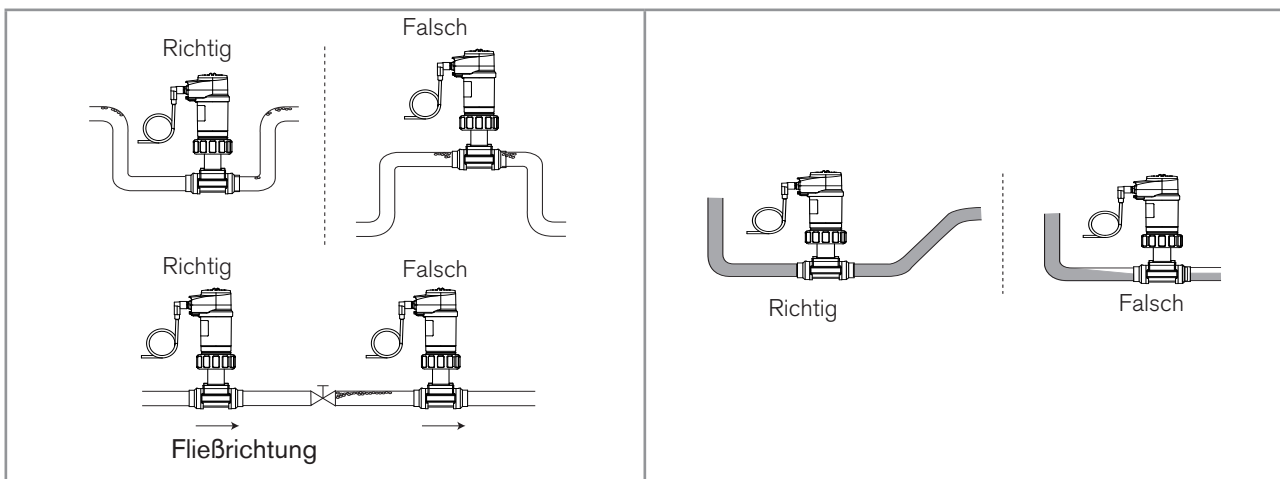

Bild 8 : Luftblasen in der Rohrleitung / Füllung der Rohrleitung
- Bildung von Luftblasen in der Rohrleitung am Sensor vermeiden (Bild 8).
- Rohrleitung am Sensor muss immer gefüllt sein (Bild 8).